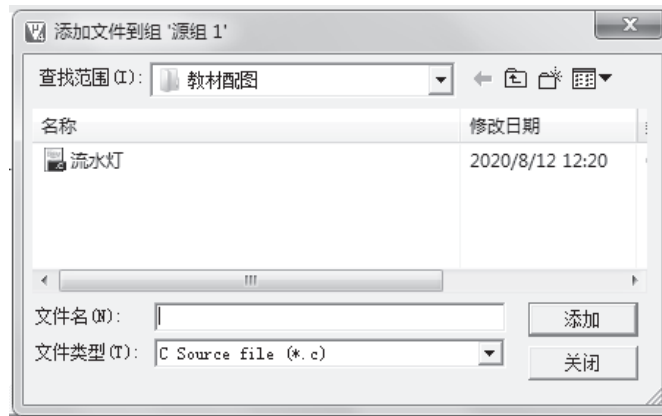
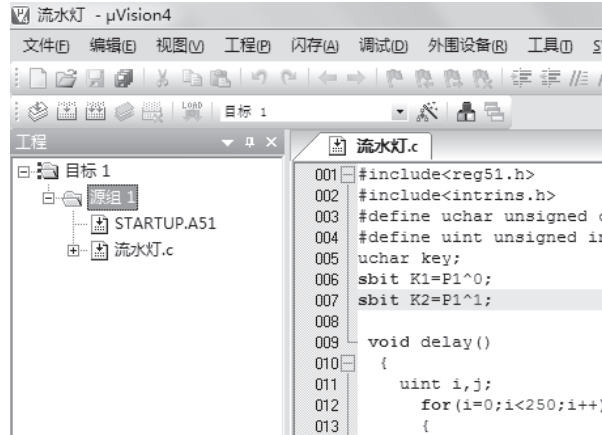

图 1.18 “添加文件到组‘源组 1’”对话框
图 1.19 文件已添加到项目中
(2) 完成上述操作后，会出现“添加文件到组‘源组 1’”对话框，如图 1.18 所示。在该窗口中选择要添加的文件，这里只有刚刚建立的文件“流水灯.c”，点击这个文件后，单击“添加”（Add）按钮，再单击“关闭”（Close）按钮，文件添加就完成了，这时的项目窗口如图 1.19 所示，用户程序文件“流水灯.c”已经出现在“源组 1”（Source Group 1）目录下了。